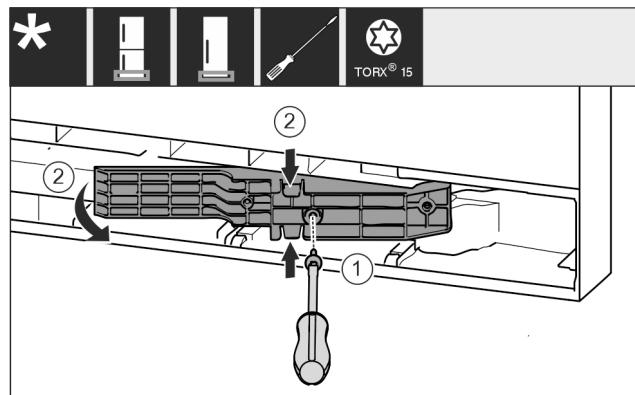

Fig. 18 *
- С отвертка T15 развийте винтовете. Fig. 18 (1)*
- Изтеглете адаптерния елемент. Fig. 18 (2)*